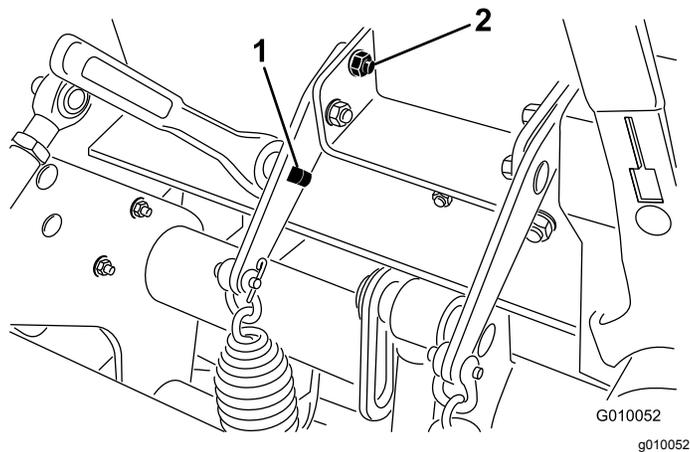

Figura 38
- Insira uma lingueta de travação com ½ pol. ou uma alavanca no orifício quadrado na placa de molas (Figura 38).